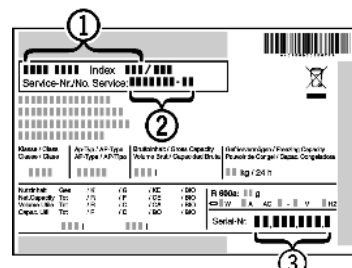

Fig. 6
- ▶ Назва пристрою *Fig. 6 (1)*, сервісний номер *Fig. 6 (2)* та серійний номер *Fig. 6 (3)* вказані на табличці типів. Табличка типів знаходиться всередині пристрою, зліва.
- ▶ Повідомте сервісну службу про характер неполадки, назву пристрою *Fig. 6 (1)*, сервісний номер *Fig. 6 (2)* та серійний номер *Fig. 6 (3)*.